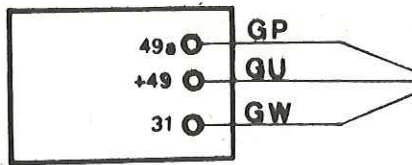

Fig. P3-23 Conexiones de la unidad de intermitencia
- 2.1. Efectuar la conexión de los cables a la unidad de intermitencia, según esquema (Fig. P3-23).